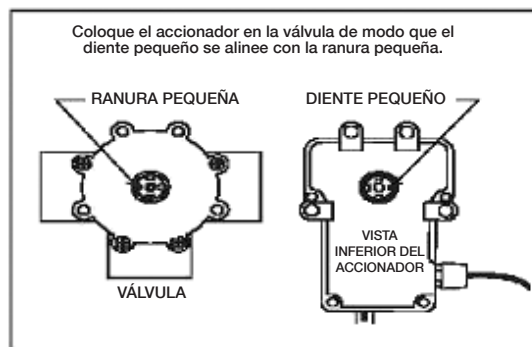

Figura 2. Montaje del accionador
3. Voltee el accionador y observe los dientes como se muestra en la Figura 2.
4. Coloque el accionador sobre el eje de la válvula de modo que el diente pequeño se enganche con la ranura pequeña en el eje de la válvula. Consulte la Figura 2.